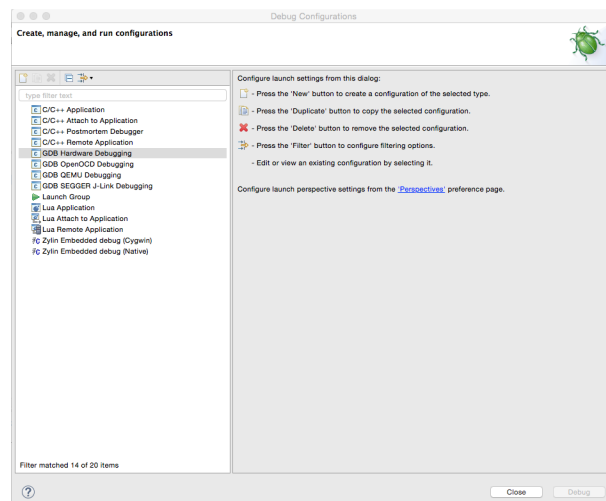
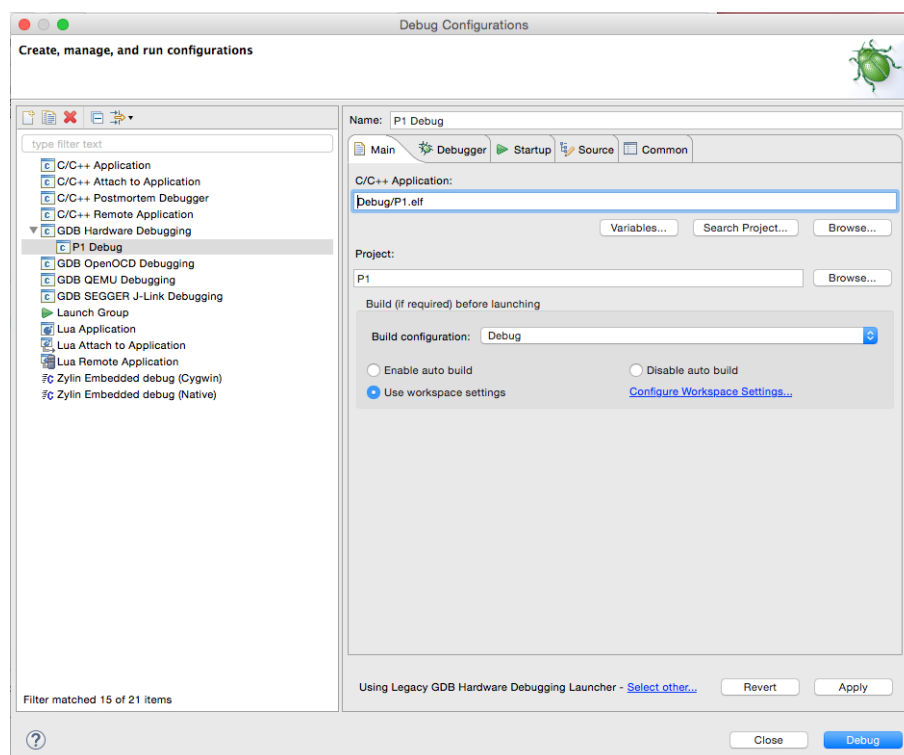

Figura 3.12: Ventana de configuraciones de depuración.
Figura 3.13: Ventana de creación de una nueva configuración GDB Hardware Debugging para el proyecto.
4. Creamos una configuración de depuración para el proyecto usando el plugin **GDB Hardware Debugging**. Para ello seleccionamos **Run→Debug configurations...**, y se abrirá una ventana como la mostrada en la Figura 3.12. En el panel izquierdo seleccionamos **GDB Hardware Debugging** y pulsamos el botón que está en la parte superior izquierda del panel (📁) para crear la configuración. Deberíamos tener una ventana como la mostrada en la Figura 3.13.